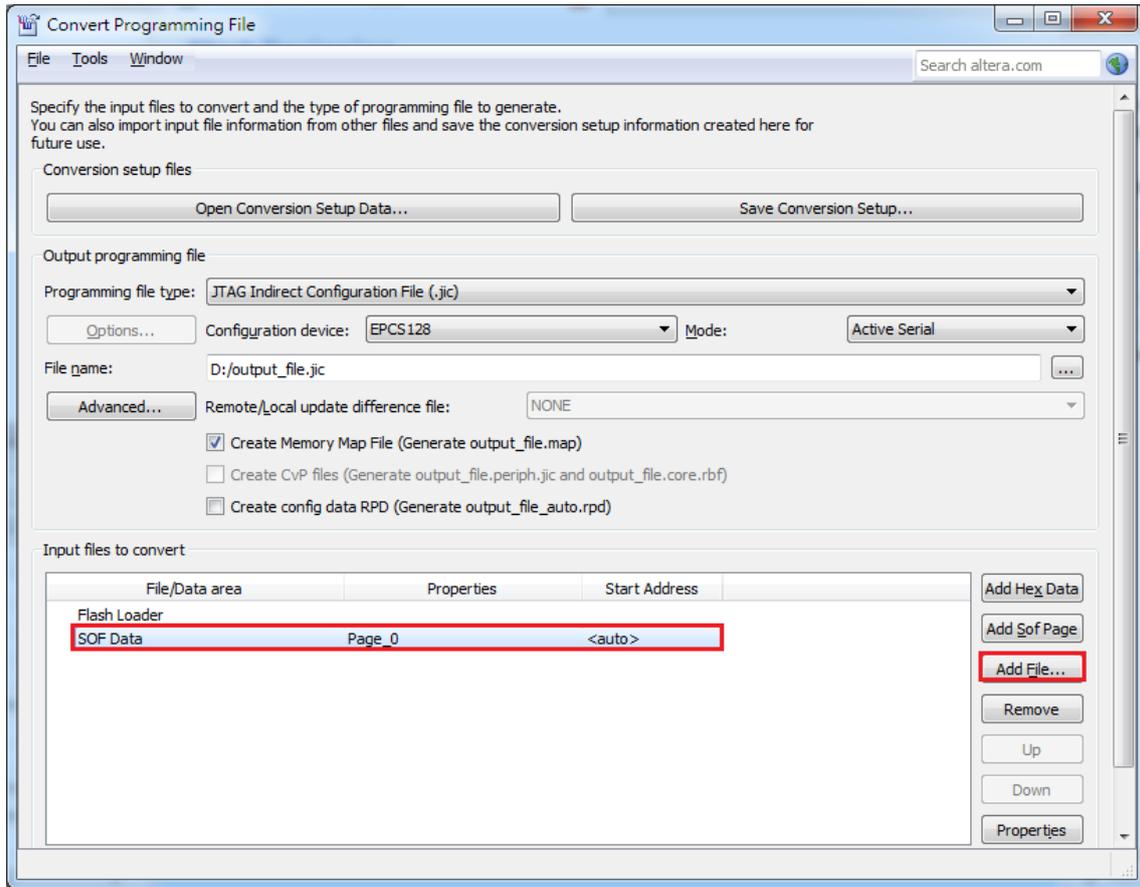

图 8-2 Convert Programming Files 对话框
- 6、如图 8-2所示，选中**Input files to convert**中的SOF data。